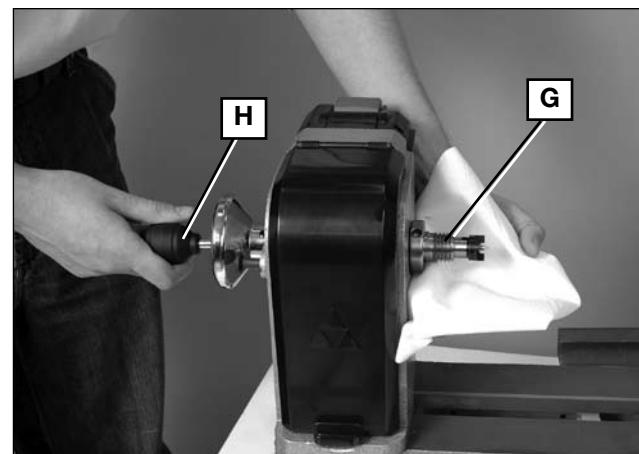

Fig. 7
Insérer la barre d'éjection (H), fig. 7, dans l'alésage de l'arbre (comme montré à la fig. 7) puis tapoter sur la pointe à griffe (G) pour la retirer. Au besoin, utiliser un maillet-caoutchouc et taper fermement la barre d'éjection.